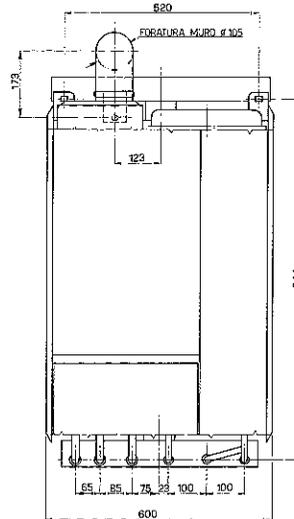

Fig 4
- Praticare nel muro un foro  $\varnothing$  105 mm. con pendenza verso l'esterno dell'1% secondo le figure 4 - 5.